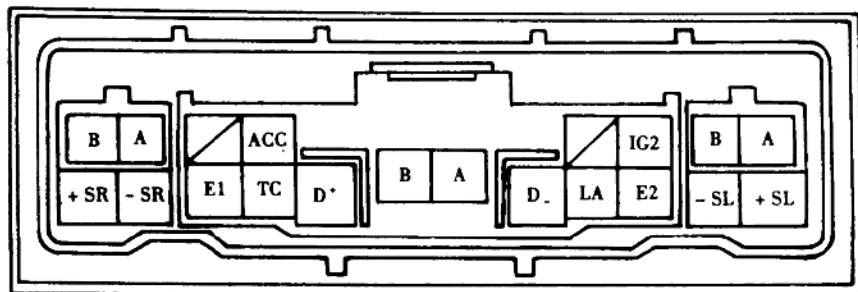

图1-4 SRS控制ECU的接线端子
①从发动机舱内拆下左右两个气囊碰撞传感器,从仪表盘的下方拆除SRS控制ECU,取下所有的线束插头。
②把点火开关转到“ON”位置,用数字式万用电表检查SRS控制ECU线束插头上3(ACC),1(IG2)两端子的供电电源电压,为12.5V左右,说明SRS的供电电源电压正常。用一根导线的一端插入SRS控制ECU线束插头上的6(LA)号端子中,把导线的另一端插入5(E2)号端子中或者直接搭铁,这时仪表板上的SRS指示灯亮,表明SRS指示灯电路正常。
③用数字式万用电表分别检查左右两个碰撞传感器+S、-S及+A、-A两端子间的电阻值,为820~830 Ω (正常值为755~855 Ω),结果表明左右两个碰撞传感器都正常。SRS控制ECU的接线端子和线束插头端子分别见图1-4和图1-5,SRS碰撞传感器的接线端子和线束插头端子分别见图1-6和图1-7。
④用万用电表检查SRS控制ECU线束插头上+SL、-SL、+SR、-SR各端子与左右两个碰撞传感器线束插头上相应的+S、-S、+A、-A各端子之间连接导线的导通情况,结果各连接导线都导通良好,无任何线路故障。